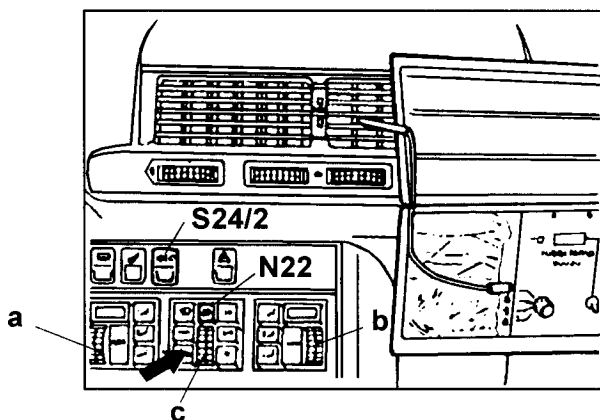
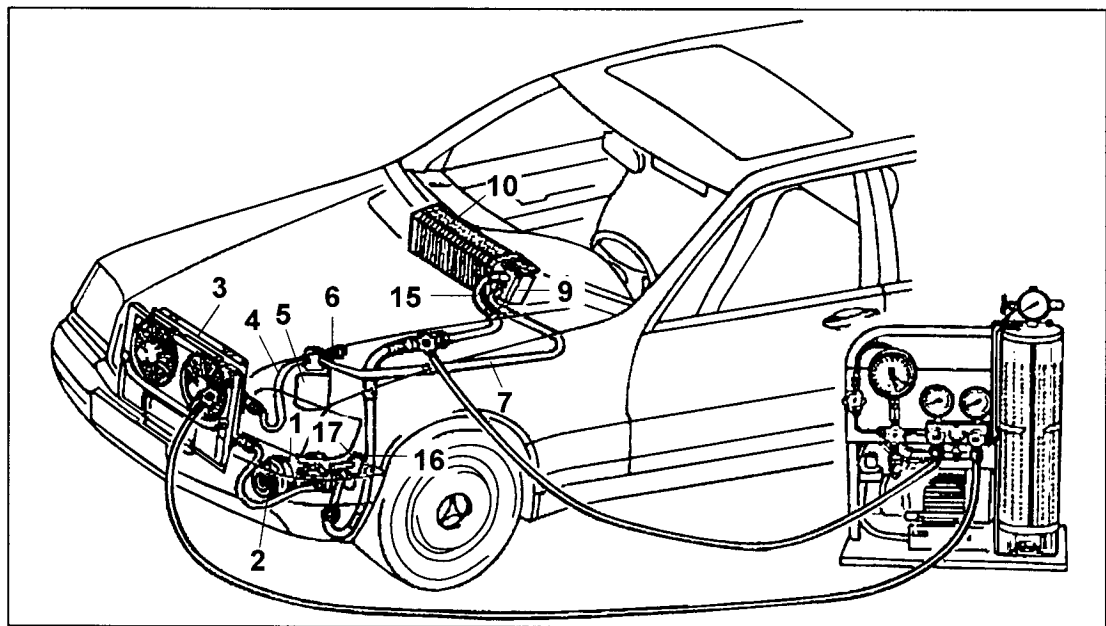
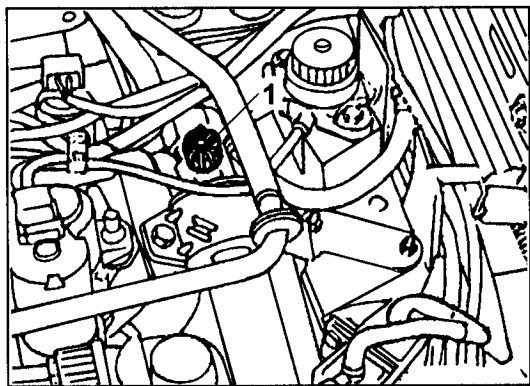
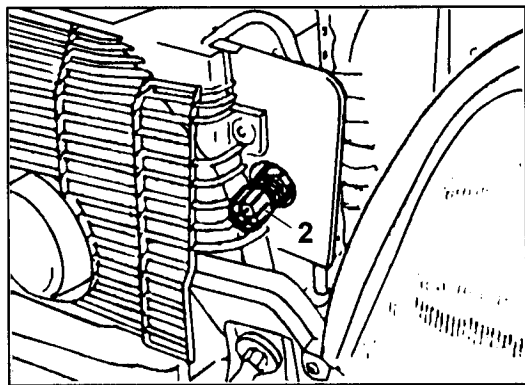

图 9-3-5 放置温度计
图 9-3-6 测试设备连接(图注参见图 9-1-13)
图 9-3-7 吸入软管检查接口
图 9-3-8 高压软管检查接口
(5)在左或右中央风口放置一温度计,见图 9-3-5。
1. 检测条件:参见本部分内容“(一)/1 检测条件”;测试设备连接见图 9-3-6。
- (5)确认断开碳罐开关(S24/2),见图 9-3-5。
- (6)在左或右中央风口处放一温度计。
- (7)另外,在司机侧车外 2m 处放一温度计,以测量环境温度。
- (8)在中央控制台处的储液罐内放一比重计。
- (9)松开密封盖 1 和 2(见图 9-3-7 及图 9-3-8),然后将压力表的吸入(低压)软管及高压软管连接到检修阀门上(见图 9-3-6)。
3. 将鼓风机选择开关 c(见图 9-3-5)设置在“MAX”位置。
2. 接通鼓风机选择开关 c(见图 9-3-5)。
3. 确认“RECIRCULATION”(循环,见图 9-3-5 箭头所示处)开关没有按下。
5. 设置温度选择开关 a、b(见图 9-3-5)位于 22℃ 处。
6. 确认碳罐开关 S24/2(见图 9-3-5)断开。